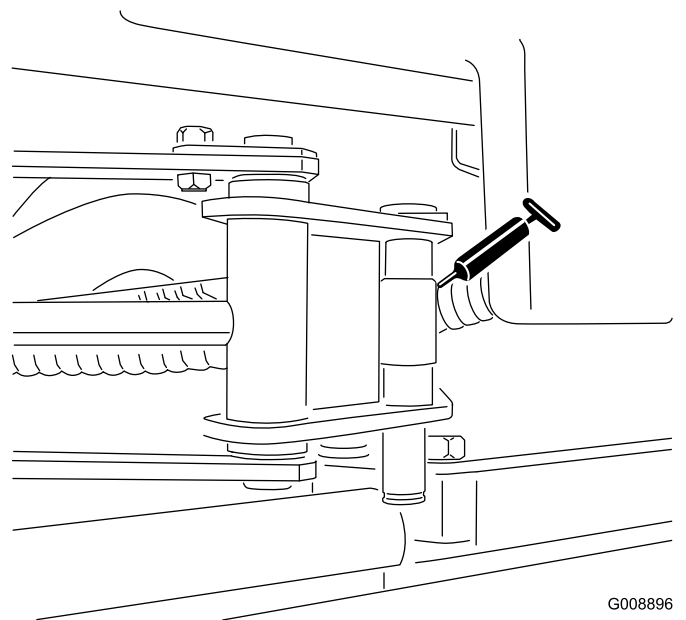

図 61
- サイドワインダーのシリンダ端部2ヶ所モデル 03171 のみ **図 61**